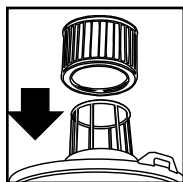

FIGURE 21
34. Le couvercle de la cuve étant tourné à l'envers, glisser la cartouche filtrante par-dessus la cage du filtre et pousser dessus jusqu'à ce qu'elle fasse bien étanchéité contre le couvercle. **FIGURE 21.**